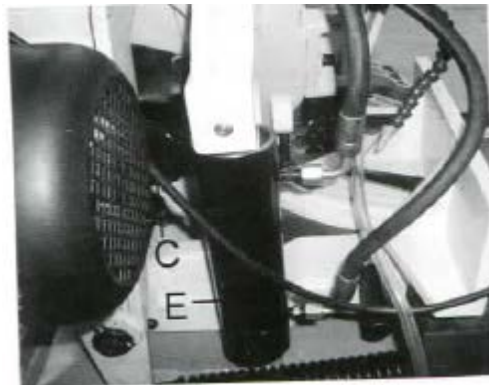

Рис. 4
3. В аварийной ситуации нажмите кнопку (D), чтобы остановить станок. После устранения причины аварийной ситуации отпустите кнопку аварийной остановки и повторно запустите станок, нажав кнопку пуска (B).
4. При использовании охлаждающей жидкости поверните кнопку выбора (A) вправо.
5. Чтобы отрегулировать скорость подачи при резке, поверните регулятор объема (F) по часовой стрелке для более быстрой подачи, против часовой стрелки для медленной подачи. Когда клапан (F) был правильно отрегулирован, поверните регулирующий клапан (G), чтобы отрегулировать работу пилы.
7. Если двигатель останавливается до завершения разреза или продолжает работать после завершения разреза, переключатель предельных значений (D) Рис.4. можно отрегулировать вверх или вниз, ослабив два винта (F).